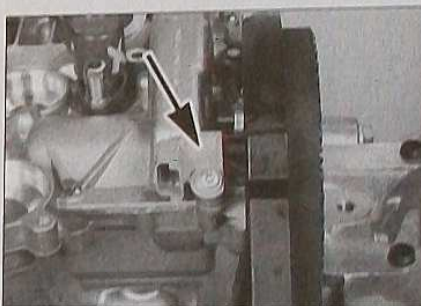

FIG. 40
- le capteur de position arbre à came (Fig. 40).